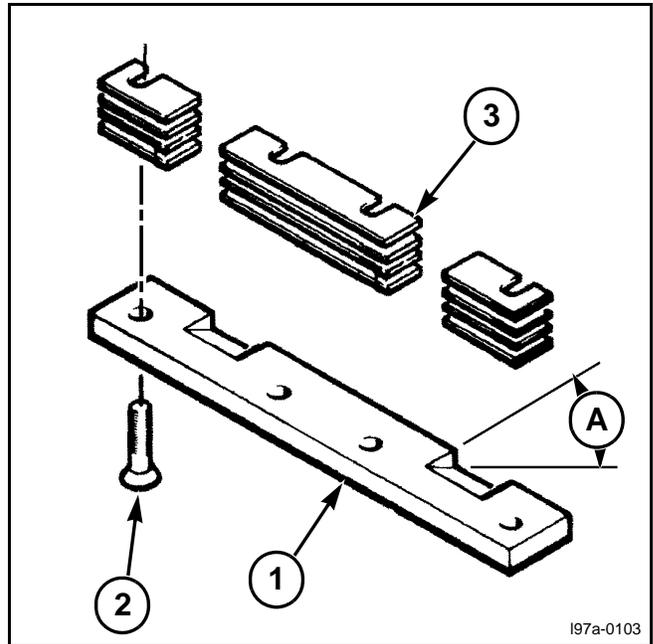

FIG. 30
FIG. 30: La cuchilla de la ranura del émbolo (1) está instalada en la parte inferior del émbolo, en la parte delantera de las ranuras de las agujas. La cuchilla de la ranura del émbolo corta contra las cuchillas de reborde y corta cualquier cosecha que esté en las ranuras de las agujas.